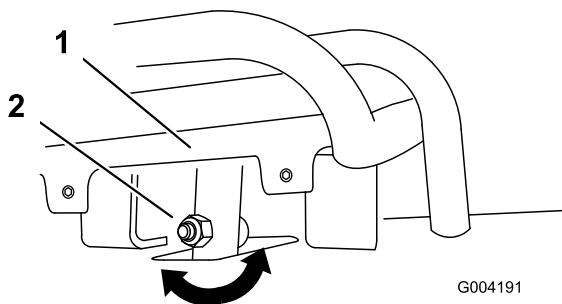
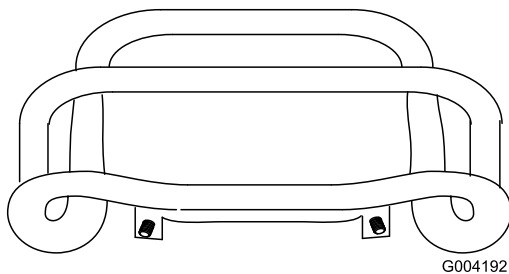

Рисунок 54
Рисунок 55
4. Если передняя часть рычага управления тягой не встает перпендикулярно контрольной штанге и вровень с ней, ослабьте гайку с буртиком и болт в хвостовике рычага управления тягой (Рисунок 54).
5. Отрегулируйте рычаг управления тягой таким образом, чтобы при перемещении назад он вставал вровень с контрольной штангой (Рисунок 54 и Рисунок 55).
- Ослабьте гайку с фланцем и болт в хвостовике рычага управления тягой (Рисунок 54).
- И. Отрегулируйте рычаг управления тягой таким образом, чтобы при перемещении назад он вставал вровень с контрольной штангой (Рисунок 54 и Рисунок 55).